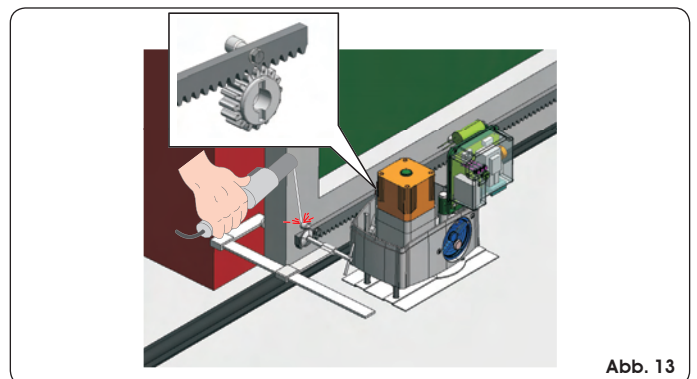
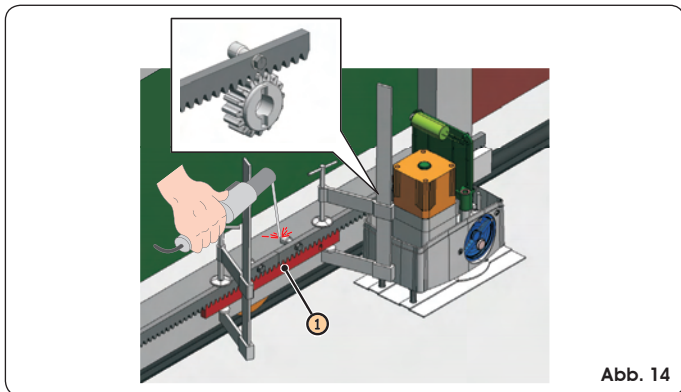

Abb. 13
Abb. 14
- ① Die drei Gewindestifte auf das Element der Zahnstange montieren und im oberen Teil des Länglochs positionieren. Auf diese Weise ermöglicht das Spiel des Länglochs im Laufe der Zeit die eventuellen Einstellungen.
- ② Den Flügel mit der Hand in die Öffnungsposition schieben.
- ③ Das erste Stück der Zahnstange bündig auf dem Ritzel auflegen und den Gewindestift am Tor festschweißen, laut Angaben in Abb. 13.
- ④ Das Tor mit der Hand bewegen und sicherstellen, dass die Zahnstange auf dem Ritzel anliegt und dann den zweiten und den dritten Stift verschweißen.
- ⑤ Ein weiteres Element der Zahnstange an das vorhergehende Element ansetzen und dabei ein Stück der Zahnstange verwenden, um die Zahnung der beiden Elemente abzurichten, laut Angaben in der Abb. 14, Bez. ①.
- ⑥ Das Tor mit der Hand bewegen und die drei Gewindestifte verschweißen, bis das Tor komplett abgedeckt ist.
- ① Den Flügel mit der Hand in die Öffnungsposition schieben.
- ② Das erste Stück der Zahnstange auf dem Ritzel auflegen und das Distanzstück zwischen Zahnstange und Kante des Tors einlegen. Mit einer Wasserwaage sicherstellen, dass die Zahnstange eben ist und mit einem Filzschreiber die Stelle für die Bohrung anzeichnen.
- ③ Mit einem Bohrer zu Ø 6,5 mm bohren und mit Gewindebohrer M8 Nachschneiden. Den Bolzen anschrauben.
- ④ Das Tor mit der Hand bewegen und sicherstellen, dass die Zahnstange auf dem Ritzel anliegt und dann die Arbeitsgänge unter Punkt ③ wiederholen.
- ⑤ Ein weiteres Element der Zahnstange an das vorhergehende Element ansetzen und dabei ein Stück der Zahnstange verwenden, um die Zahnung der beiden Elemente abzurichten, laut Angaben in der Abb. 14 Bez. ①.
- ⑥ Das Tor mit der Hand bewegen und die Befestigungsvorgänge wie für das erste Element weiterführen, bis das Tor komplett abgedeckt ist.